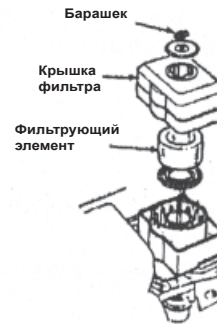

Рис.26
**\*Тип с масляной ванночкой (Рис.26)**